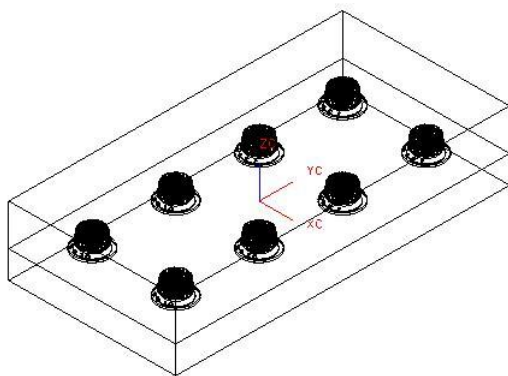

图5-37
- 在菜单栏中选择【窗口】/【xuanni_top_000.prt】选项，返回主模型界面，如图 5-37 所示。